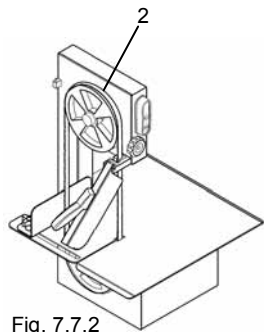

Fig. 7.7.2
- Coger la hoja "2" y extraerla de la polea como se ve en la fig . 7.7.2 e 7.7.3